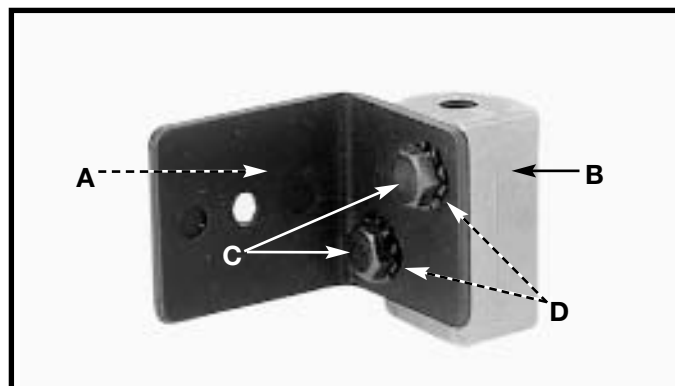

Fig. 9
- Afiance el soporte de apoyo del hendidor (A) Fig. 9 al soporte del hendidor (B) haciendo uso de los dos tornillos de 1/4-20x1/2" de largo (C), que fueron quitados anteriormente del soporte del hendidor (B), y dos arandelas (C) de cierre de dientes externos de 1/4 de pulg. como se ilustra aquí.
AVISO: No apriete totalmente fig. 9 del (C) de los tornillos en este tiempo.